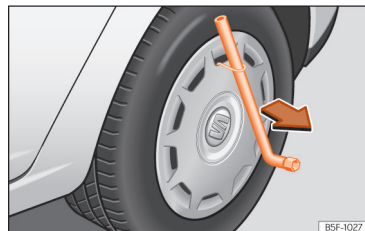

Fig. 243 Scoateți capacul roții.
- Introduceți cheia tubulară prin cârlig, sprijiniți-o de anvelopă și scoateți capacul de roată »» fig. 243.